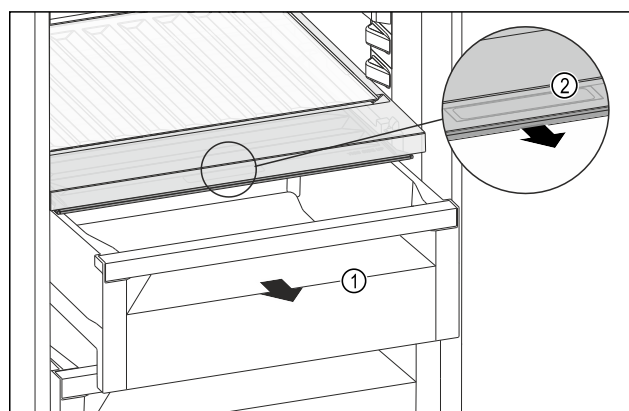

Fig. 92
- Retirer le tiroir Fig. 92 (1).
- Saisir la poignée encastrée Fig. 92 (2) du couvercle du compartiment et tirer le couvercle du compartiment par l'avant.